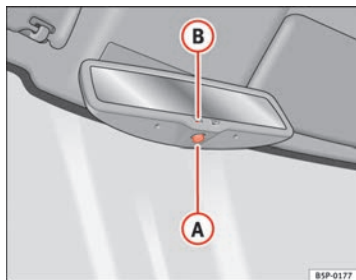

Abb. 63 Automatisch abblendbarer Innenspiegel
- Drücken Sie die Taste **A** ⇒ Abb. 63. Die Kontrollleuchte **B** erlischt.
- Drücken Sie die Taste **A** ⇒ Abb. 63. Die Kontrollleuchte leuchtet auf.